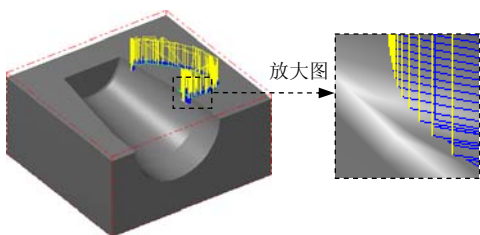
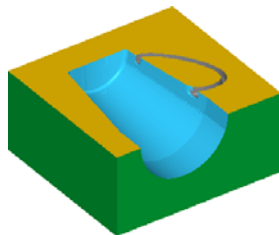

图 21.53 刀具路径
图 21.54 仿真结果图
(1) 在“曲面精加工等高外形”对话框中单击 **等高外形精加工参数** 选项卡, 在 **Z 轴最大进给量** 文本框中输入值 0.2;
(2) 在 **两区段间的路径过渡方式** 区域选中 **斜插** 单选项, 在 **斜插长度** 文本框中输入 5.0; 选中 **✓ 切削顺序最佳化** 复选框。
(3) 选中 **✓ 平面区域 (P)** 复选框, 单击 **平面区域 (P)** 按钮, 系统弹出“平面区域加工设置”对话框, 在 **加工平面区域的步** 文本框中输入 0.1。单击 **✓** 按钮, 系统返回至“曲面精加工等高外形”对话框。
Step13. 单击“曲面精加工等高外形”对话框中的 **✓** 按钮, 完成加工参数的设置, 此时系统将自动生成图 21.53 所示的刀具路径。
(1) 在 **刀具路径** 选项卡中单击 **✓** 按钮, 然后单击 **验证** 按钮, 系统弹出“验证”对话框。
(2) 在“验证”对话框中单击 **▶** 按钮。系统将开始进行实体切削仿真, 结果如图 21.54 所示, 单击 **✓** 按钮。